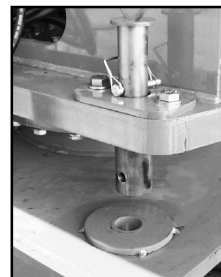

Figura 1: Perno de bloqueo
3. Quite el perno de bloqueo. Vea la figura 1.